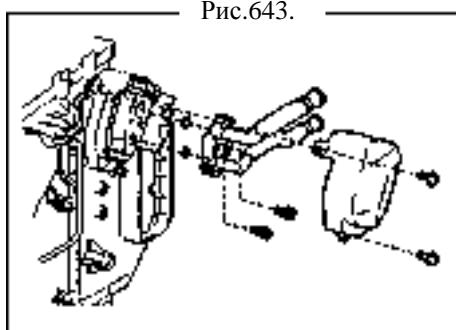

Рис.643.
48. Снимите трубы кондиционера (рис.643).